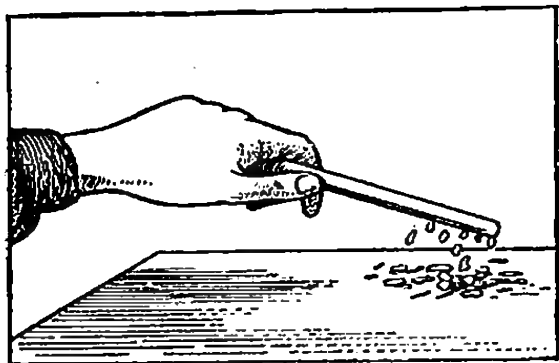

Fig. 541. — Un bâton de verre électrisé attire les corps légers.
1. L'électricité. — Un bâton de verre frotté avec une étoffe de laine attire les corps légers (fig. 541), tels que barbes de plume, petits morceaux de papier, etc. On donne le nom d'électricité à la cause qui produit cette sorte d'attraction à la surface des objets frottés.
EXPÉRIENCE. — Après avoir frotté un bâton de verre avec une étoffe de laine, on l'approche lentement de la petite balle ; celle-ci est attirée (fig. 541). Si on la fait arriver à toucher le bâton de verre, elle lui prend une partie de son électricité et aussitôt elle s'en écarte et le fuit constamment (fig. 542). Si on approche ensuite de ce pendule électrisé par le verre un bâton de cire à cacheter, frotté avec une peau de chat, le pendule est attiré par la cire (fig. 543), tandis qu'il continue à être repoussé par le verre.